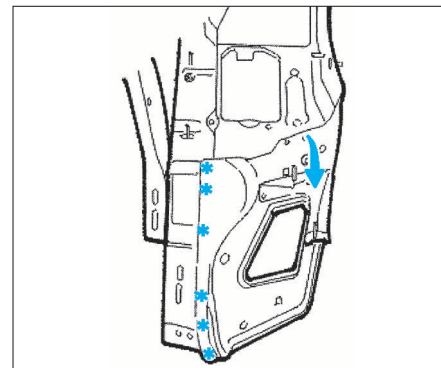

FIG. 18
- Fraiser les points de soudure électrique (Fig.18).